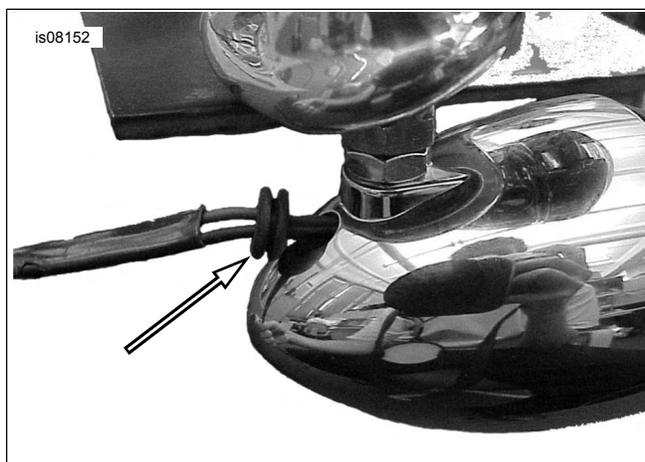

Figura 8. Instalação do ilhó do kit
4. Veja Figura 8. Passe o novo ilhó (peça N.º 11443) do kit no chicote de fios da luz direcional e desloque-o para a posição exibida. Instale o ilhó no alojamento da luz direcional. Pode ser útil aplicar água para facilitar a instalação.